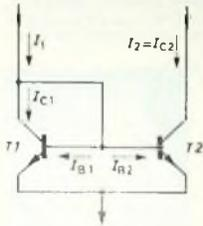
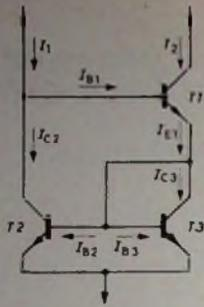
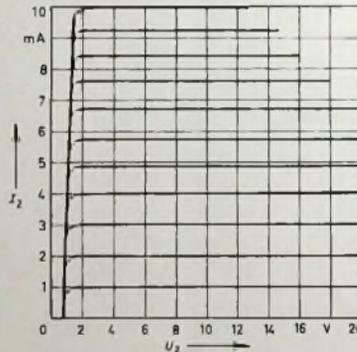

Bild 1. Schaltung eines einfachen Stromspiegels. Kollektor und Basis des Transistors T1 sind miteinander verbunden
Bild 5 Schaltung des verbesserten Stromspiegels
Bild 8 Ausgangskennlinienfeld der verbesserten Schaltung nach Bild 5
Die Gesamtschaltung der Vertikalablenkung (Bild 1) läßt sich in folgende Funktionsgruppen aufteilen: Oszillator, Phasenumkehrstufe, Treiber, Endstufe und Impulsaufstockung. Der Oszillator ist als Multivibrator mit den Transistoren *T 451*, *T 452* ausgeführt. Die Schaltung ist so dimensioniert, daß der Vertikalrücklauf bei Störungen der Bauteile weitestgehend konstant bleibt. Am Kollektor des Transistors *T 451* kann eine negative und am Kollektor des Transistors *T 452* eine positive Rücklaufspannung abgegriffen werden. Die negative Rücklaufspannung dient einerseits zur Vertikalaustastung und andererseits zum Steuern der Schaltdiode *D 452*, die den Steuersägezahn an *C 459* erzeugt. Die positive Rücklaufspannung vom Kollektor des Transistors *T 452* schaltet den Transistor *T 453* ein, der den Impuls für die Impulsaufstockung liefert.
Beim Studium des inneren Aufbaus von integrierten Schaltungen findet man in letzter Zeit mitunter eine im ersten Augenblick nicht ohne weiteres verständliche Schaltung, wie sie Bild 1 zeigt. Sie wird als „Stromspiegel“ (Current Mirror) bezeichnet und hat die Aufgabe, mit Hilfe eines in die Schal-
fließt. Schaltet man nun zwei Transistoren nach Bild 1 zusammen, dann liegt diese Spannung U_{BE} auch zwischen Basis und Emitter des zweiten Transistors.
Die folgenden Überlegungen gehen davon aus, daß die beiden Transistoren im Bild 1 identische elektrische Daten haben. Mit Einzeltransistoren wäre die Schaltung wirtschaftlich kaum zu realisieren, weil der Sortieraufwand für die Transistoren zu groß würde. Anders liegen die Verhältnisse jedoch bei
Die bisher betrachtete Schaltung nach Bild 1 reicht für viele Fälle aus und wird in integrierten Schaltungen recht häufig verwendet. Für gewisse Fälle weist sie aber noch zwei Nachteile auf: Eine sehr kleine Abweichung der beiden Ströme wird nur mit hohen B-Werten erreicht, und der Ausgangswiderstand dieser Anordnung ist nicht allzu groß. Bei einer Stromquelle oder Stromsenke erwartet man aber mitunter sehr große Werte für den Ausgangswiderstand. Sie sind mit der Schaltung nach Bild 1 jedoch nicht zu erreichen, weil hier der Transistor T2 ganz normal in Emitterschaltung betrieben wird.
Bild 6 Verhältnis von Ausgangsstrom I_2 zum Eingangsstrom I_1 bei der verbesserten Schaltung nach Bild 5 in Abhängigkeit von der Stromverstärkung B (die Kurve für die einfache Schaltung ist zum Vergleich gestrichelt eingezeichnet)
Eine wesentliche Verbesserung in dieser Beziehung ergibt sich mit der Schaltung nach Bild 5. Die Analyse dieser Anordnung ist einfach, wenn man berücksichtigt, daß ihr unterer Teil dem Bild 1 entspricht und hier nur spiegelbildlich angeordnet ist. Entsprechend Gl. (6) erhält man dann
Grafische Darstellungen der Gleichungen (9) und (10) zeigen die Bilder 6 und 7. Im Bild 6 ist die Kurve für den einfachen Stromspiegel entsprechend Bild 1 gestrichelt mit eingezeichnet, um
einen bequemen Vergleich zu ermöglichen. Man erkennt sehr gut, daß sich mit der Schaltung nach Bild 5 besonders bei weniger hohen Stromverstärkungen eine erhebliche Verbesserung ergibt.
Wesentlich ist auch die Verbesserung im Hinblick auf den Ausgangswiderstand. Während sich bei der Schaltung nach Bild 1 nur Werte von der Größenordnung 10^6 Ohm ergeben, lassen sich mit der Schaltung nach Bild 5 ohne weiteres Ausgangswiderstände von der Größenordnung 10^8 Ohm erreichen. Bild 8 zeigt ein Ausgangskennlinienfeld, wie es mit der verbesserten Anordnung zu erhalten ist.